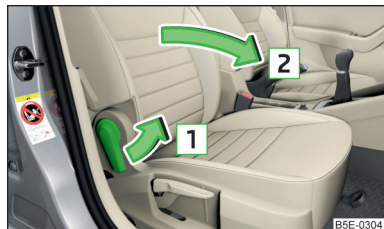

Fig. 67
- ▶ Pentru **rabatarea înainte**, trageți maneta în sensul săgeții  și rabatați spătarul în față, în sensul săgeții  » fig. 67. Elementul de blocare trebuie să se fixeze cu un declic.